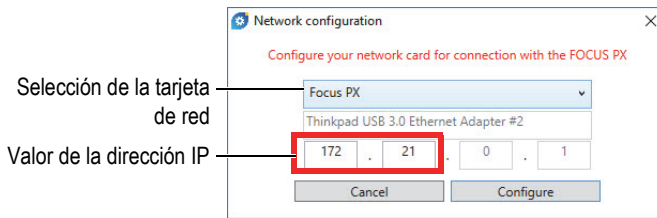

Figura 5-3 Selección de la tarjeta de red para configurar
4. En el cuadro de diálogo **Network configuration** [Configuración de red], seleccione la tarjeta de red que es usada para la comunicación del FOCUS PX (vea la Figura 5-3 en la página 28).